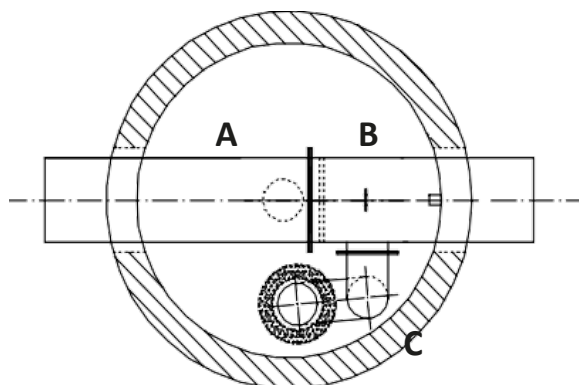

Fig.1.4 Avskiljare med krage på element C
a) Inlopps- (A) och utloppsrör (B) - de ska installeras i respektive hål märkta med WLOT (INLOPP) / WYLOT (UTLOPP). Hålen ska vara försedda med en gummitätning eller en försegling.
b) Element i koalescenssystemet (C) med flänsanslutning (Fig.1.4) (gäller endast vissa enheter) - ska monteras på elementet B efter tidigare anslutning med skruvar av element A och B.